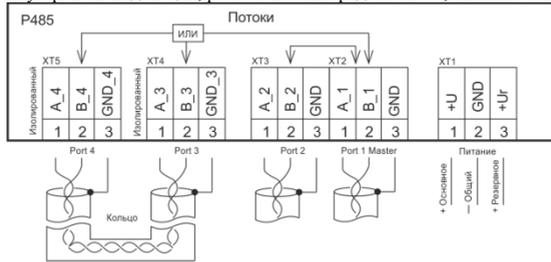

Рис. 3. Режим работы «Петля (кольцо)»
5.1 Режим работы «Петля (кольцо)» (см. рисунок 3)